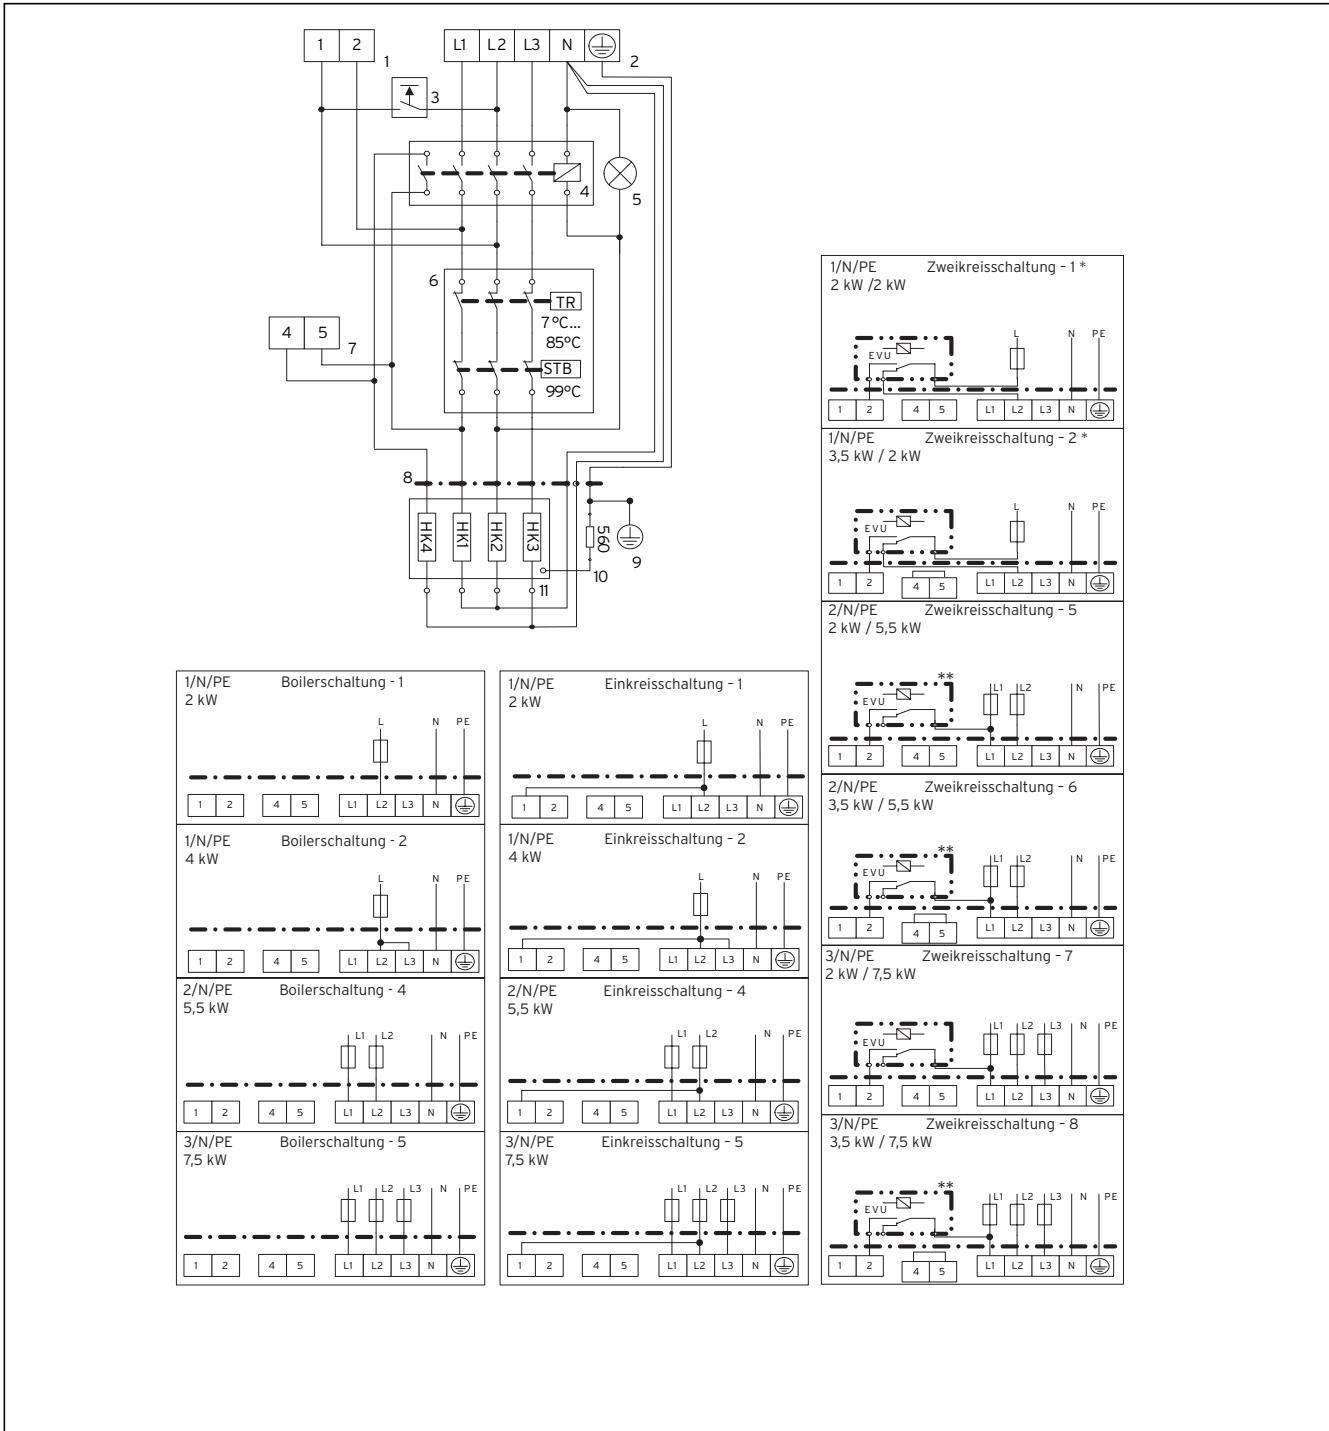
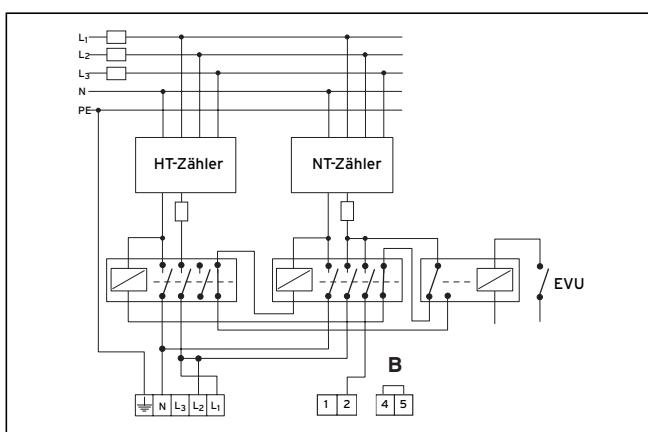
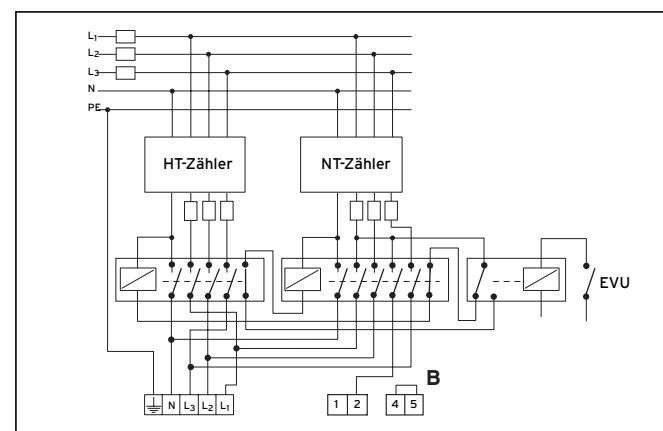

Abb. 8.1 Schaltschema Übersicht eloSTOR
Abb. 8.2 Anschluss einphasig
Abb. 8.4 Anschluss dreiphasig
- Nehmen Sie die Anschlussverdrahtung für die in der Tabelle 8.1 angegebenen Leistungen entsprechend den zugehörigen Schaltschemata in Abb. 8.1 und den Abb. 8.2 bis Abb. 8.4 vor.
**Beachten sie das Schaltschema (siehe Abb. 8.1).
Bei Zweikreisschaltung kann für Niedertarifschaltungen ein EVU-Kontakt entsprechend den Schalschemata in den Abb. 8.2 bis 8.4 angeschlossen werden. Dies gewährleistet eine Einschaltung der Grundlast vom Energieversorgungsunternehmen.